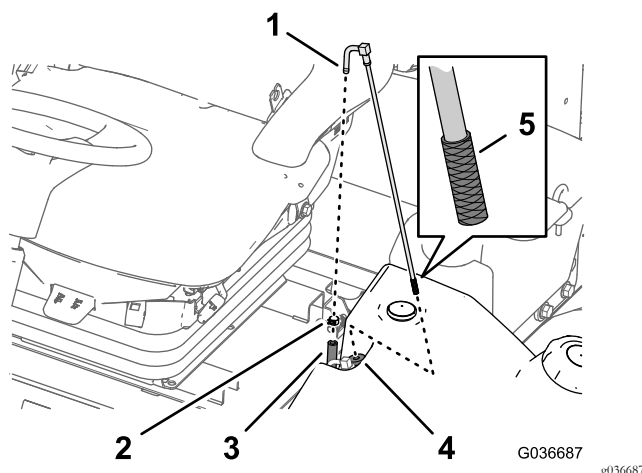

Figura 44
1. Retire la abrazadera que fija la manguera de suministro de combustible al acoplamiento del tubo de aspiración de combustible (Figura 44).
2. Retire la manguera del acoplamiento (Figura 44).
3. Eleve el tubo de aspiración de combustible del depósito de combustible (Figura 44).
4. Limpie cualquier residuo de la rejilla al final del tubo de aspiración de combustible (Figura 44).
5. Inserte el tubo de aspiración de combustible a través del casquillo de goma y en el depósito (Figura 44).